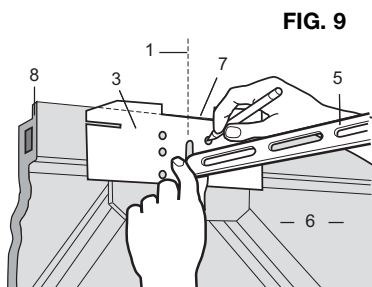

FIG. 9
- Con una puerta con borde vertical y a fin de lograr la correcta disposición de los agujeros en las verticales no doblar hacia atrás la lengüeta de la plantilla (FIG. 9). En lugar de eso, se coloca la línea horizontal de puntos arriba en el borde vertical.